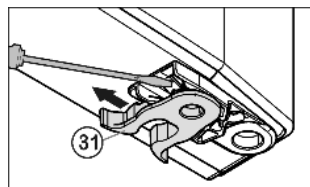

Fig. 6
- ▶ переставити *Fig. 6 (31)* пружинний затискач: Натиснути язичок заціпки вниз, зняти з нього пружинний затискач.